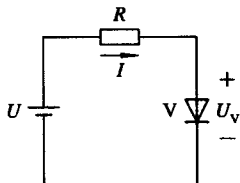

图 1-1
3. 在图 1-1 所示的电路中, 当电源 $U = 5$ V 时, 测得 $I = 1$ mA, 若把电源电压调整到 $U = 10$ V, 则电流的大小将是\_\_\_\_\_。
4. 设图 1-1 电路中保持 $U = 5$ V 不变, 当温度为 20℃ 时测得二极管的电压 $U_V = 0.7$ V。当温度上升到 40℃ 时, 则 U_V 的大小将是\_\_\_\_\_。